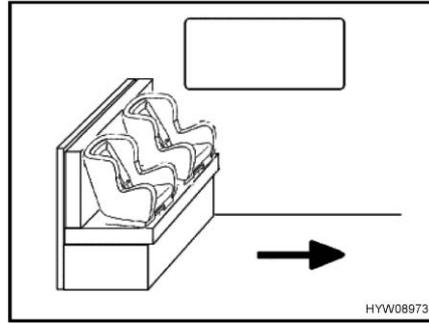
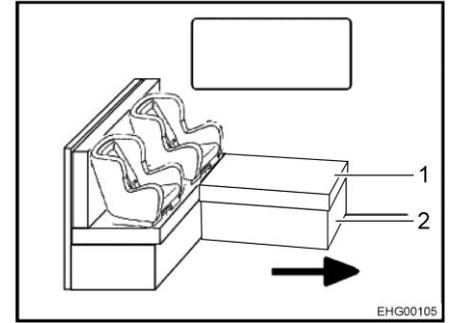

Fig. 26 Asientos infantiles en el banco
Fig. 27 Asientos infantiles en el banco L
La flecha en Fig. 26 y en Fig. 27 muestra la dirección de marcha.
- Quitar el cojín (Fig. 27,1) si es necesario.
- Plegar el bastidor de baúl (Fig. 27,2) si es necesario.